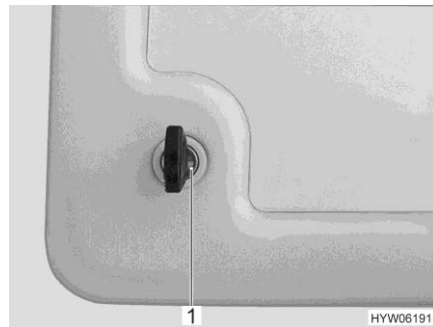
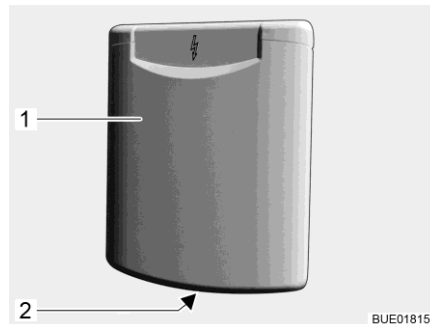

Bild 42 Druckschloss Serviceklappe
Bild 43 Druckschloss Serviceklappe (Alternative)
- Schlüssel in Schließzylinder des abschließbaren Druckschlusses (Bild 42,1 oder Bild 43,1) stecken und eine viertel Umdrehung drehen. Das Druckschloss ist entriegelt.
- Beide Druckknöpfe (Bild 43,2) der Druckschlösser gleichzeitig mit dem Daumen drücken und Serviceklappe öffnen.
- Schlüssel in Schließzylinder des abschließbaren Druckschlusses (Bild 42,1 oder Bild 43,1) stecken und eine viertel Umdrehung drehen. Das Druckschloss ist verriegelt.